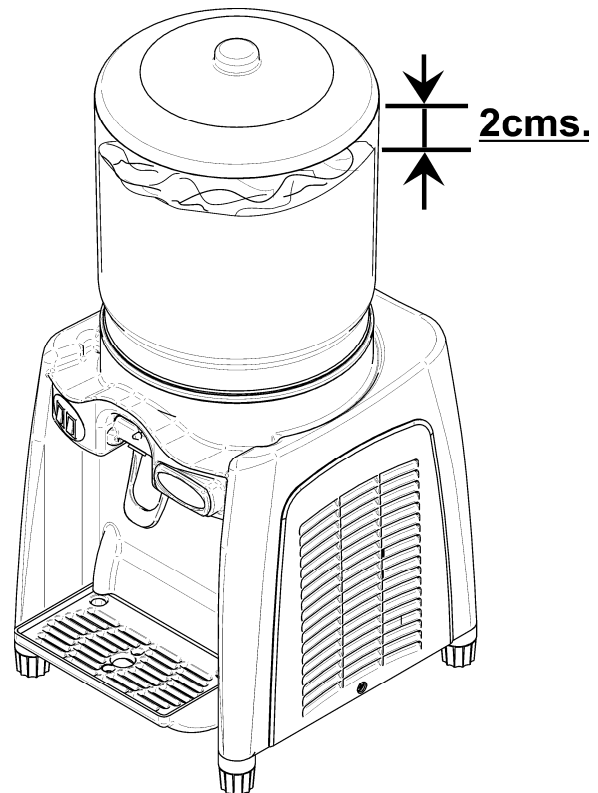

Figure 3
- Remplir le réservoir jusqu'à environ 2 ou 3 cm du bord supérieur, et replacez le couvercle. Essayez de ne pas dépasser le niveau maximum conseillé afin que le liquide ne déborde pas lorsque les pales agitatrices se mettent en mouvement. **(voir Fig. 3).**